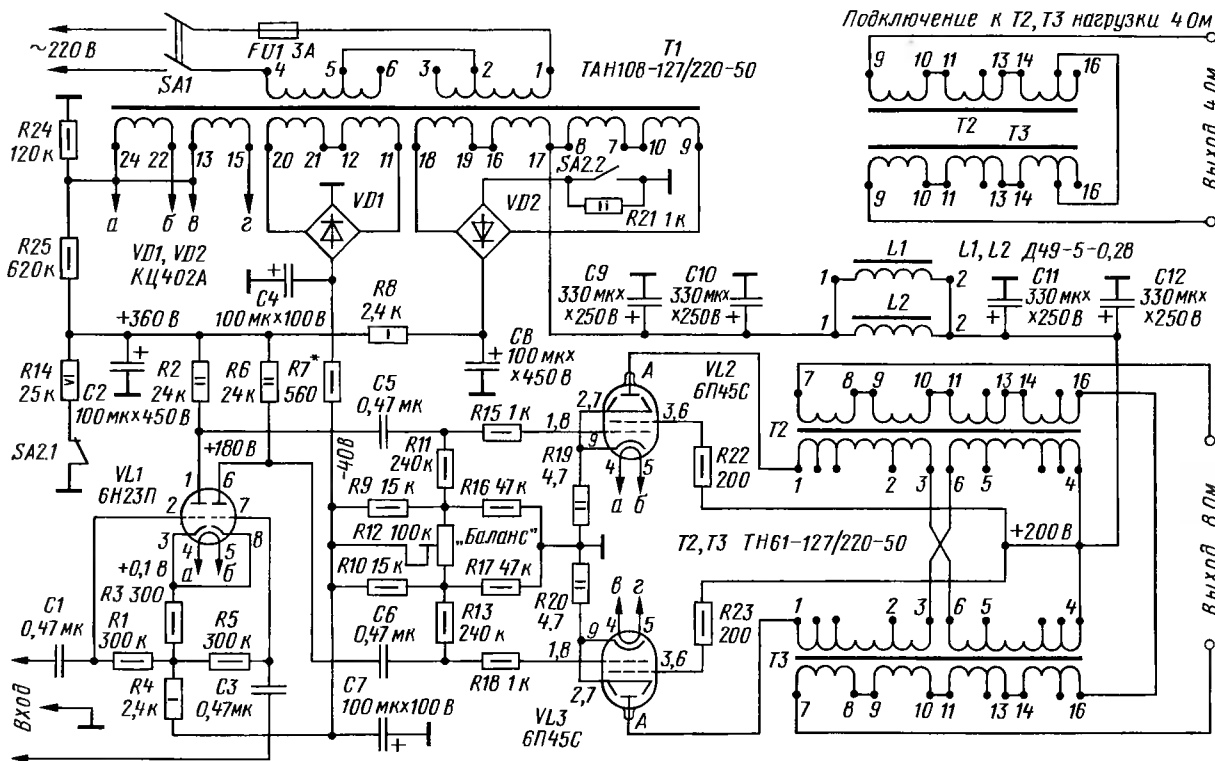

Рис. 5
**Двухтактный УНЧ на 6П45С** в режиме усиления класса АВ1. Его схема показана на рис. 5.